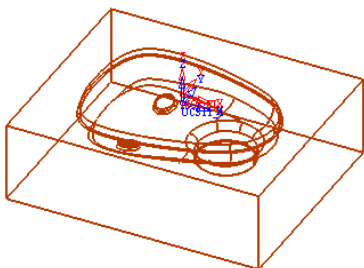

图 3-130 选择所有曲面 (1)
- 展开“零件”选项，单击“零件曲面”按钮，然后单击“选择”工具栏上的选择所有按钮，系统选中所有曲面；此时图形中所有曲面高亮显示，如图 3-130 所示。